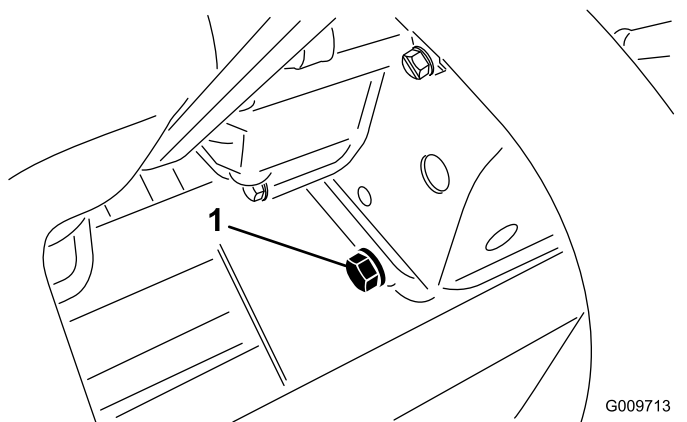

図 57
2. ドレンプラグ 図 57 を外してオイルを容器に受ける。